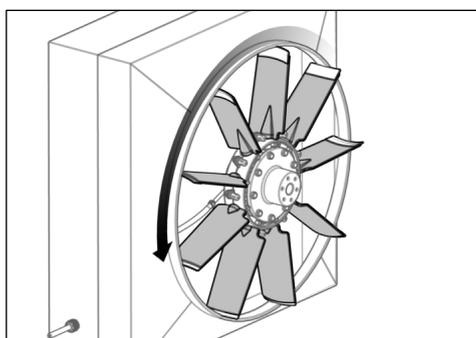

Рис. 33
- 29) Повернуть вентилятор от руки (см. Рис. 33).